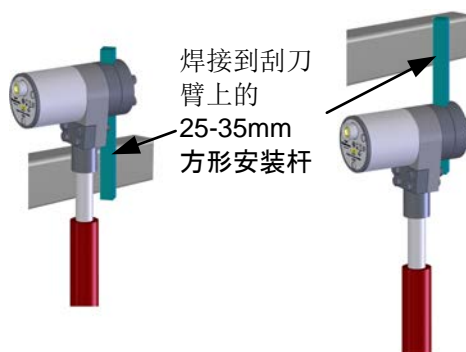

图 3: 将传感器固定在刮刀叶片臂上方或下方
- 头部装置可以安装在刮刀叶片臂上方或下方（图 3）。在这两种安装方式下，头部装置均应尽可能远离搅拌扰动，以保持合理的清洁及尽可能减少磨损。